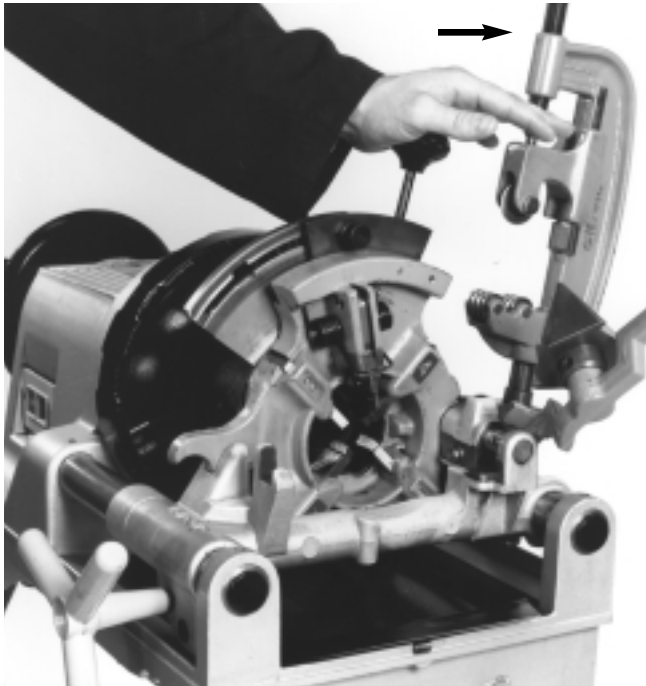

Figure 8 – Réarmement de la tête de filière concave
3. Une fois la tête de filière en position d'attaque, appuyez fermement sur le levier d'armement pour amorcer la tête de filière (Figure 8).